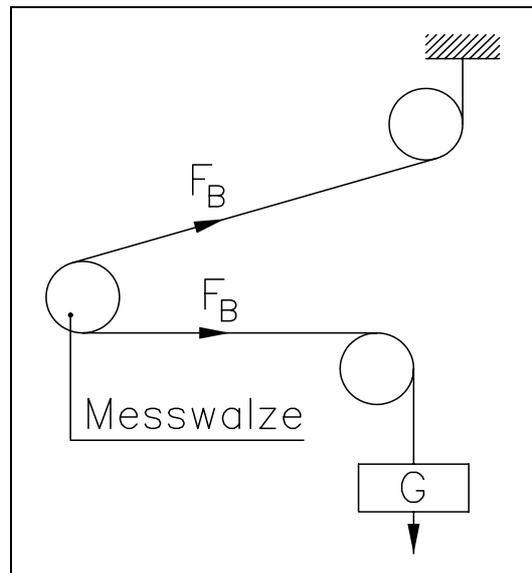

Bild 13: Kalibrierung des Verstärkers
Die folgenden Hinweise beziehen sich auf eine Inbetriebnahme und Kalibrierung in der Maschine, wobei der Materialzug durch ein Gewicht entsprechend dem Materialzug nachgebildet wird (siehe Bild 13).
- Material oder Seil mit einem definierten Gewicht belasten (Bild 13).